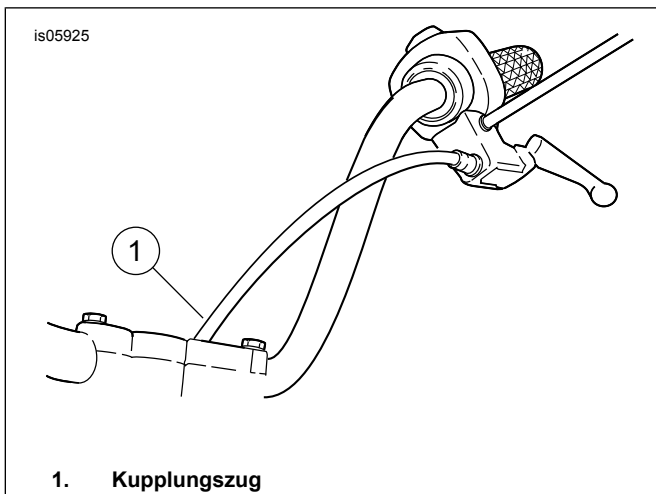

Abbildung 2. Neue Kupplungszugverlegung
- Siehe Abbildung 2 >. Verlegen Sie den Kupplungszug zur Innenseite der Lenker und verbinden Sie den Kupplungszug wieder mit dem Kupplungshebel.